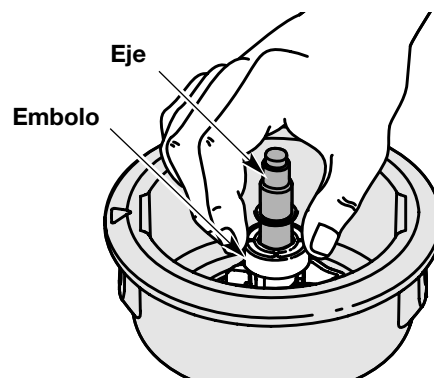

Fig. 25
5. Limpie el eje y la superficie interior de la bobina exterior. Para limpiar el eje debajo del émbolo, empuje el émbolo hacia abajo (Fig. 25). Saque toda la suciedad o residuos del eje.